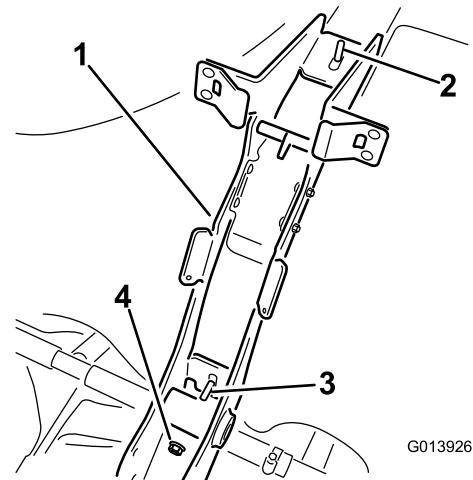

Figura 7
4. Instale uma porca de bloqueio sobre o parafuso inferior exposto passando através da estrutura para o prender à correia do depósito (Figura 7).